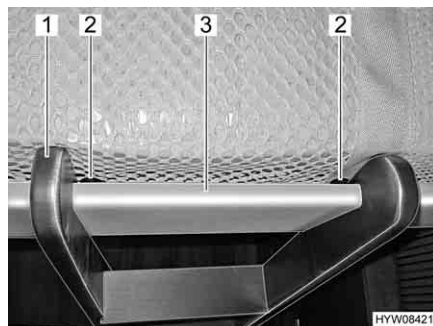

Fig. 61 Scaletta di accesso, agganciata
- Agganciare la scaletta di accesso (Fig. 61,1) con le due staffe nella barra di presa (Fig. 61,3) al letto basculante. Durante l'agganciamento fare attenzione che i longheroni della scala vengano posizionati attraverso i due dispositivi di fissaggio (Fig. 61,2). Questo serve a impedire che la scaletta di accesso scivoli di lato.
- Staccare la scaletta di accesso (Fig. 61,1) dalla barra di presa (Fig. 61,3) nel letto basculante.